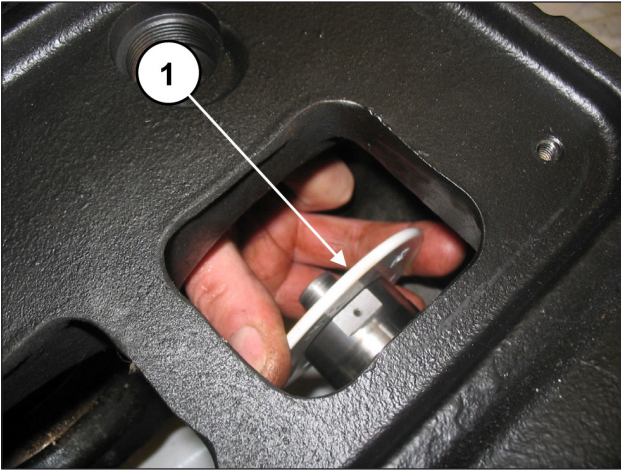

Fig. 116
Dégager les joints anti-éclaboussure des guides de pistons (rep. ①, Fig. 116).